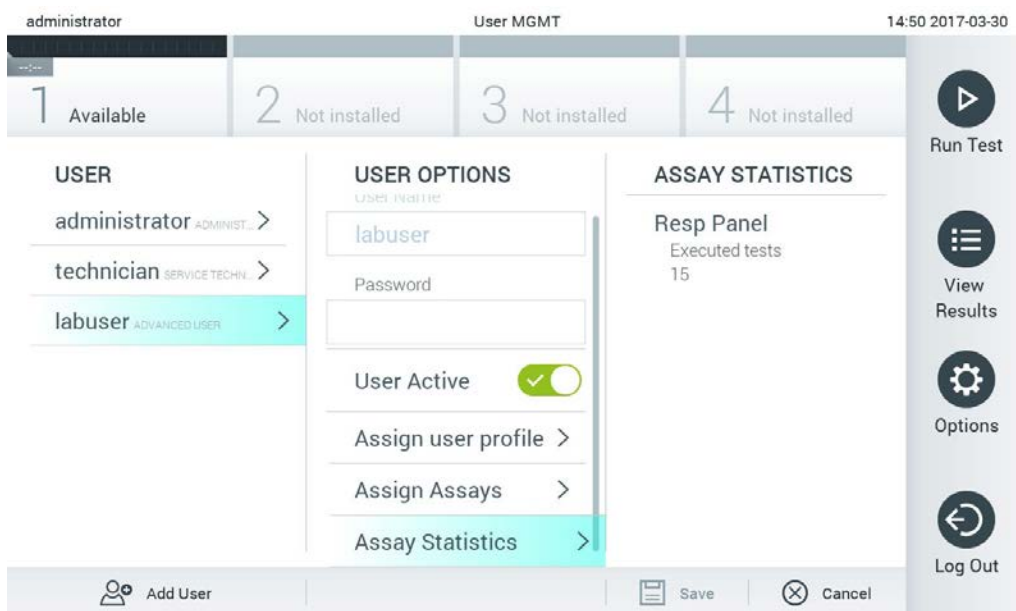

Figura 62. Vizualizarea statisticii testelor.
- **Assay Statistics** (Statistică teste): Indică de câte ori a fost rulat un test de către utilizatorul selectat (Figura 62).